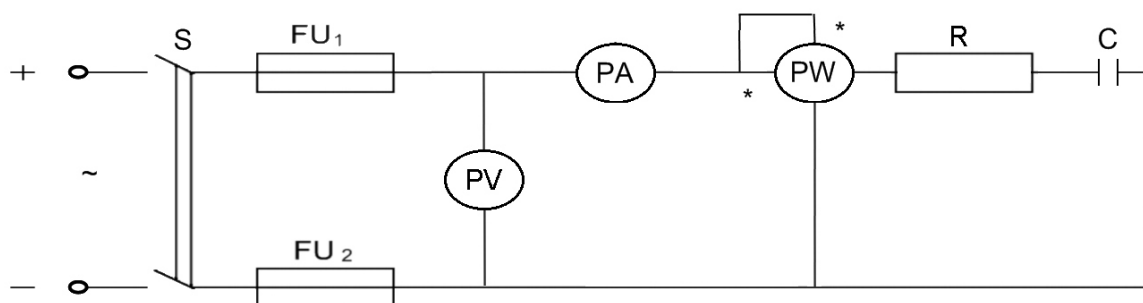

Рис.10 Схема неразветвленной цепи переменного тока с активным сопротивлением и емкостью
2. Собрать электрическую цепь согласно предложенной схеме (рис.10).